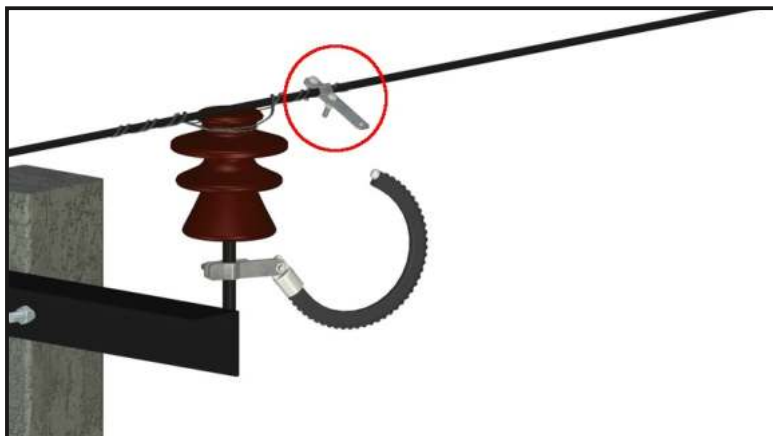
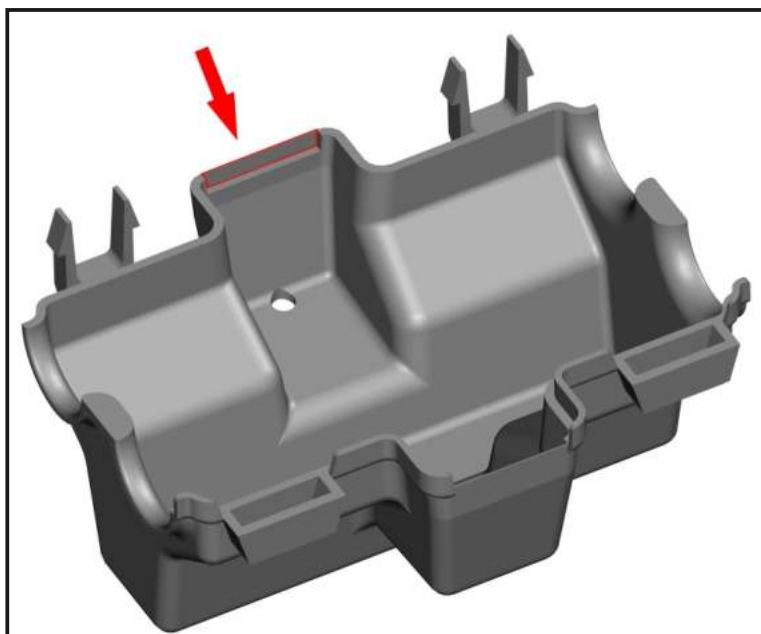

Рис. 10.
Рис. 11.
6.3.6. В случае установки ПЗУ-ПА-Б-НГ на прокалывающий зажим разрядников типов РМК, РДИП, РМКЭ (Рис. 10) необходимо режущим инструментом удалить перегородку (Рис. 11), для выхода наружу «рабочей» части зажима.